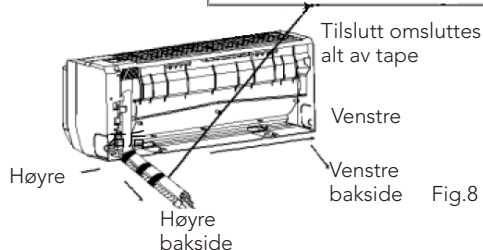

Fig.8
2. Tape sammen rørene og før de ut av apparatet og gjennom vegg. Se Fig.8